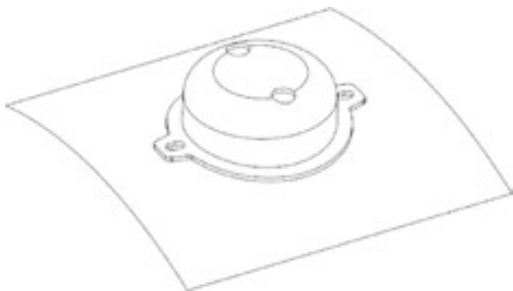

图4-34 创建拉伸曲面
Step 17 在“拉伸”操控板中单击“确定”按钮，创建拉伸曲面，如图4-34所示。